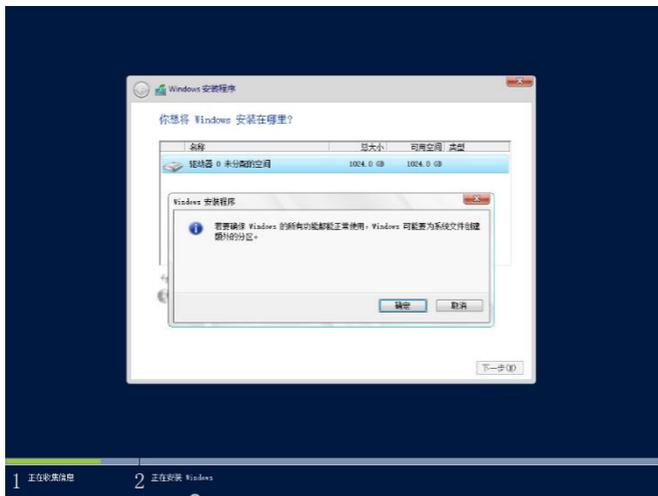

图 6-9
- j. 单击应用确定分区后，系统会弹出提示对话框，系统会为系统文件创建额外的分区。如图 6-9 所示。